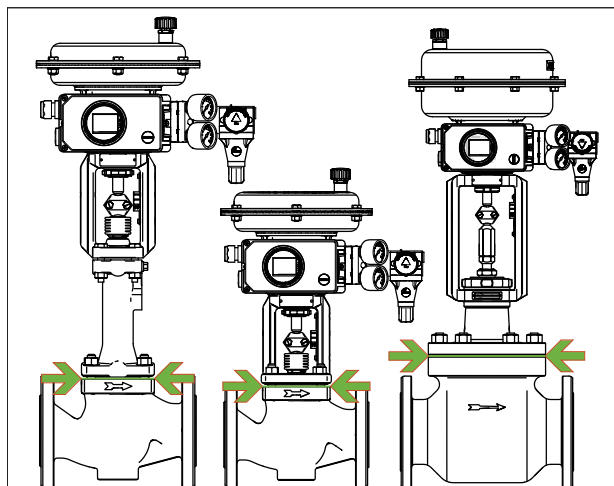

Рис. 21: Граница изоляции регулирующих клапанов (пример)
- ⇒ Изолируйте регулирующие клапаны до фланца крышки корпуса клапана, см. Рис. 21. Это также относится к исполнениям с сильфоном или изолирующей вставкой при температуре среды ниже 0 °C или выше 220 °C. Если изолирующая ставка также изолируется, она теряет свою функцию!